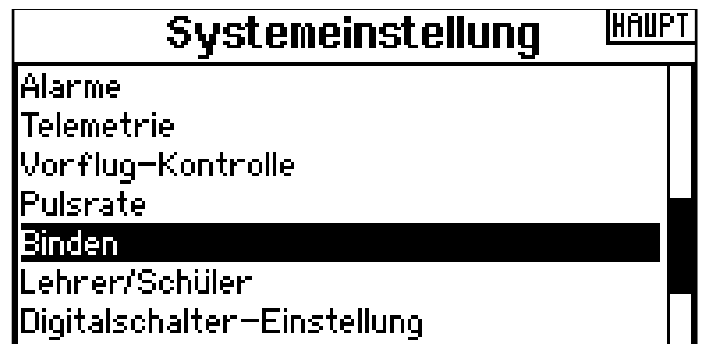

Abbildung 3: Die „Binden“ Funktion in den Systemeinstellungen
4. Den Sender **bei gedrücktem Rolltaster** einschalten. Im „Systemeinstellung“ Menü „Binden“ wählen (Abbildung 3)